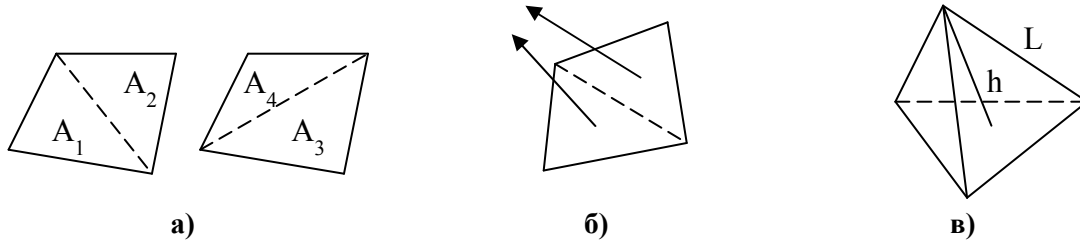

Рис.3.27. Контроль геометричних параметрів скінченних елементів: а) – „Alternate Taper”; б) – „Warping”; в) – „Tet Collapse”
- „**Alternate Taper**” = $\max\{(A_i - A_{cp}) / A_{cp}\}$, де A_i – площі 4-х трикутників (див. Рис.3.27-а), A_{cp} – середня площа цих трикутників (тільки для СЕ з чотирикутними гранями);
- „**Warping**” (викривлення: максимальний кут між нормаллями до центрів трикутників на чотирикутних гранях СЕ (див. Рис.3.27-б);
- „**Tet Collapse**” (виродження тетраедра): найбільше відношення ребра до висоти тетраедра (СЕ), проведеної зі спільного для них кута (див. Рис.3.27-в).